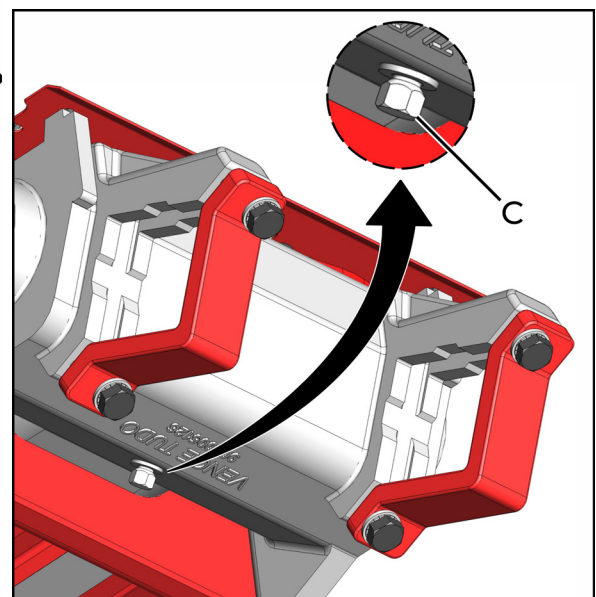

fig. 13
5. Cambie el lubricante **cada 450 horas** de trabajo o al final de la cosecha, retirando el tapón (C) (fig. 13), y proceda de la misma forma, conforme el ítem 2.